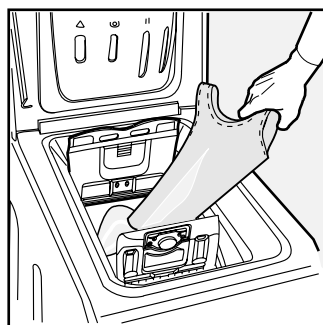

Fig. 3
C) INTRODUISEZ LE LINGE. (Fig. 3).